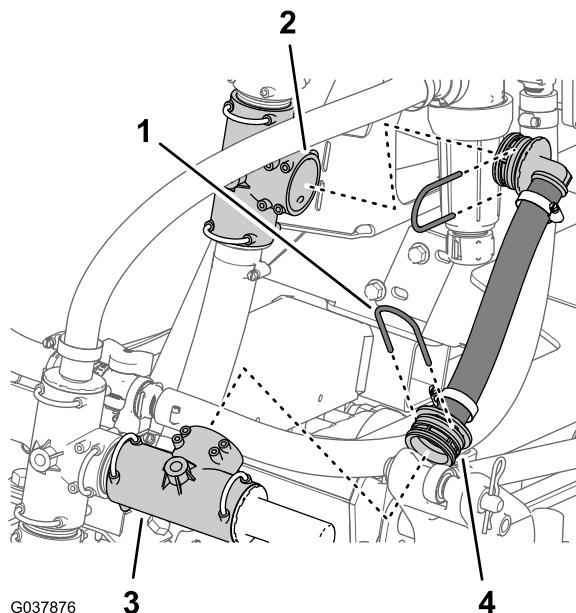

Figura 65
2. Retire o retentor que fixa o tubo de descarga de pressão à união em T na válvula de descarga de pressão (Figura 65).